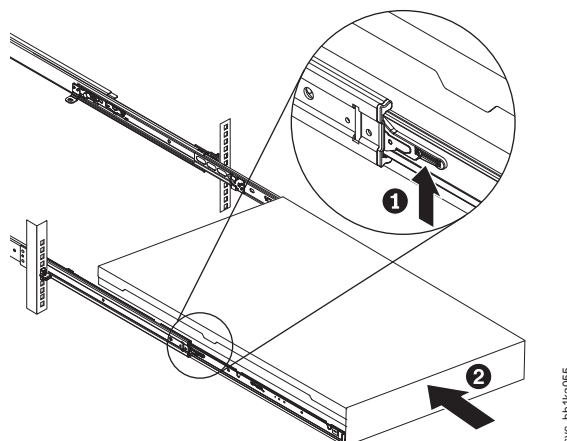

Figura 52. Levantando as alavancas de travamento do 2145-CG8 ou 2145-CF8 dos trilhos deslizante do rack
- Levante as alavancas de travamento (**1** na Figura 52) nos trilhos deslizantes e empurre o servidor **2** completamente no rack até que ele encaixe.